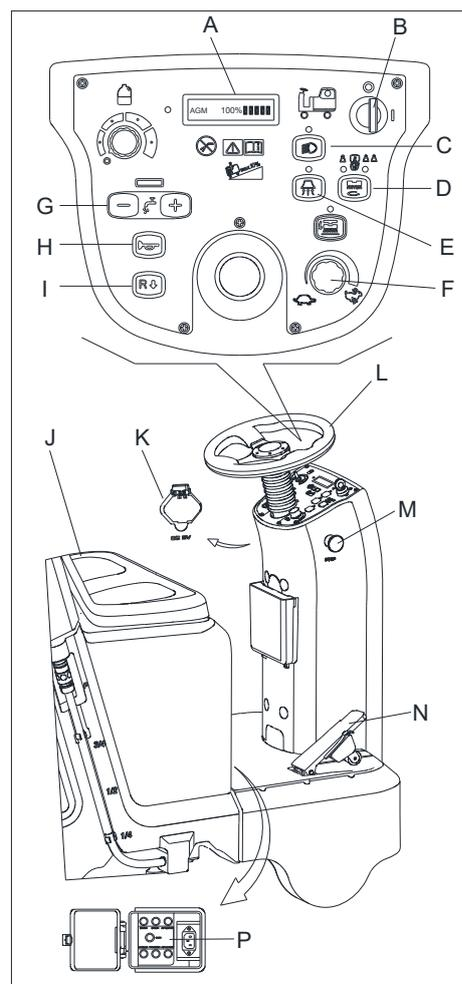

Рисунок 12
2. Сядьте на сиденье (J, Рисунок 12), вставьте ключ зажигания (B) и поверните его в положение "I". Если дисплей (A, Рисунок 12) показывает 100%, значит батарейки полностью заряжены и готовы к использованию. Если дисплей (A, Рисунок 12) показывает 10%, значит перед началом работы необходимо зарядить батарейки. [Для зарядки батареек см. разделы «ТЕХНИЧЕСКОЕ ОБСЛУЖИВАНИЕ»]
3. Нажмите кнопку запуска (D, Рисунок 12), чтобы запустить машину, автоматически опустить на пол резиновый скребок и щетки. Вакуумный двигатель начнет работу.
4. Нажмите педаль движения (N, Рисунок 12), управляйте машиной вперед или назад при помощи рулевого колеса (L, Рисунок 12) вместе с переключателем вперед-назад (I, Рисунок 12), вы можете регулировать скорость с помощью ручки регулировки скорости (F, Рисунок 12).
5. Отрегулируйте поток моющего средства с помощью кнопки регулировки моющего средства (G, Рисунок 12) в соответствии с условиями уборки.
6. Вы можете зарядить свой телефон или планшет через USB порт зарядки (K, Рисунок 12), когда ключ зажигания (A, Рисунок 12) в положении "ВКЛ".
7. Нажмите на кнопку звукового сигнала (H, Рисунок 12), чтобы предупредить людей, когда это необходимо.
8. Если необходимо, нажмите аварийную кнопку (M, Рисунок 12), чтобы остановить машину в чрезвычайной ситуации.
Мотор щетки, вакуумный мотор, мотор двигателя и схема управления находятся под защитой защиты от перегрузки (P, Рисунок 12). При отключении защиты от перегрузки, не включайте ее заново сразу, не обнаружив первопричину, и убедитесь, что двигатель остыл перед повторным включением.
9. Отпустите педаль привода (N, Рисунок 12), машина останавливается.
10. Нажмите кнопку запуска (D, Рисунок 12), чтобы остановить работу щеток и вакуумного двигателя. Щетки и резиновый скребок автоматически поднимутся от пола. Вакуумная система закроется через несколько секунд.